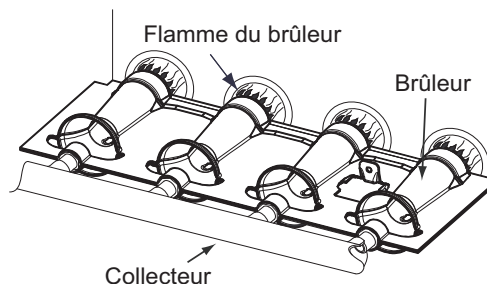

Fig. 56 - Flamme du brûleur
11. Vérifiez le fonctionnement de la chaudière sur 2 cycles de chauffage complets. Inspectez les brûleurs. La flamme du brûleur doit être d'un bleu clair, presque transparent. (Consultez la Fig. 56.)